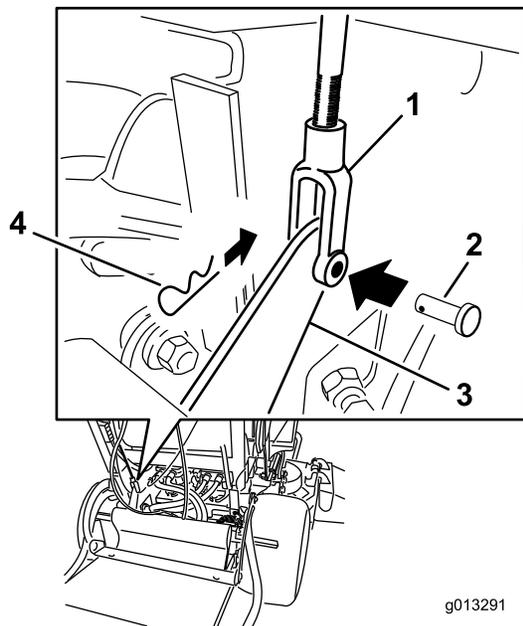

図 62
4. ブレーキの調整を行うには、まず、下側ブレーキレバーとヨークからクレビスピンとヘアピンコッターを外す 図 62。
7. クレビスピンとヘアピンコッターで、下側ブレーキレバーにヨークを固定する 図 62。